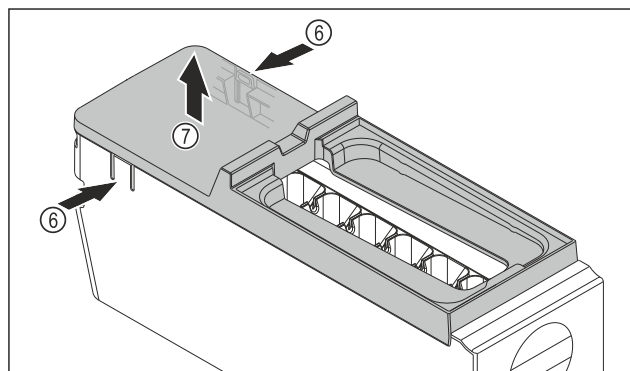

Fig. 118
- Зняти кришку з корпусу EasyTwist-Ice: натиснути однією рукою на накладку Fig. 118 (6) з обох боків корпусу EasyTwist-Ice.
- Зняти кришку Fig. 118 (7), потягнувши її вгору іншою рукою.